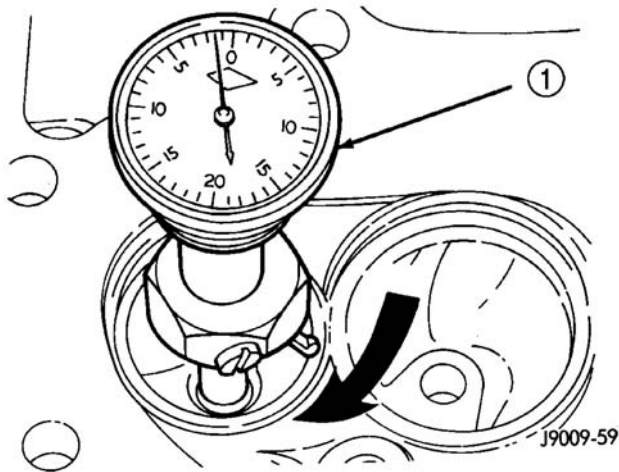

图 31 测量气门座磨损
(2) 用针盘指示器测量气门座的偏心率(图 31)。针盘表读数之总磨损不应超过 0.051mm (0.002in.)。